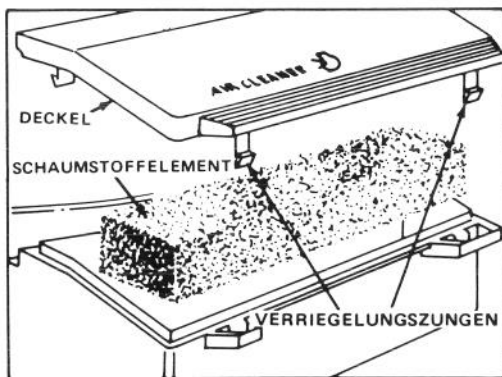

Bild 15
2. Verriegelungszungen eindrücken und Luftfilterdeckel abheben. Deckel gründlich reinigen (Bild 15).
3. Ist die Oberseite des Schaumstoffelements verschmutzt, vom Filterkörper abheben (Bild 15). Gründlich reinigen.